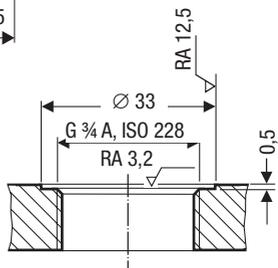

Fig. 4
- Les surfaces d'étanchéité du raccord fileté ou de la bride doivent être parfaitement usinées selon la **Fig. 4 !**
1. Contrôler les surfaces d'étanchéité. **Fig. 4**
2. Poser le joint fourni **5** sur la surface d'étanchéité du raccord fileté ou de la bride. **Fig. 4**